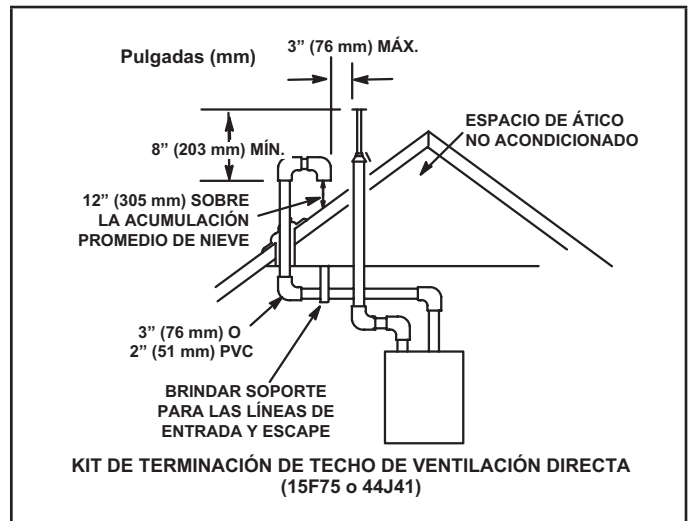

Figura 33
Las tuberías de entrada y de escape se pueden tender ya sea horizontalmente a través de una pared exterior o verticalmente a través del techo. En instalaciones en un ático o clóset, se prefiere la terminación vertical a través del techo. La Figura 33 a la Figura 40 muestran terminaciones típicas.
- 3 - En las terminaciones de techo, la tubería de entrada debe terminar recta hacia abajo usando dos codos de 90° (ver la Figura 33).